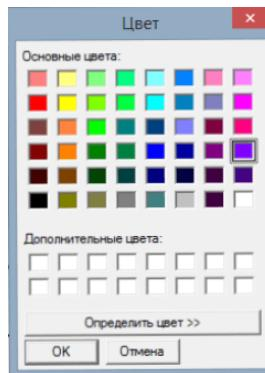

Рис. 15.5. Стандартное диалоговое окно **Цвет**
- выбрать цвет отображения каждой дисперсионной кривой с помощью стандартного диалогового окна **Цвет** (рис. 15.5), нажав соответствующую кнопку справа от номера моды;
- ❖ Изменение цвета фона выбранного окна с помощью кнопки **Цвет** в группе **Фон**. Выбор цвета производится в стандартном диалоговом окне **Цвет** (рис. 15.5). При нажатии на кнопку **Прим. ко всем** выбранный цвет фона устанавливается сразу во всех окнах.
- ❖ Изменение цвета линии с помощью кнопки **Цвет** в группе **Линия**. Выбор цвета производится в стандартном диалоговом окне **Цвет** (рис. 15.5). При нажатии на кнопку **Прим. ко всем** выбранный цвет линии устанавливается сразу во всех окнах.
- ❖ Расчет и отображение огибающей линии с помощью переключателя **Показывать** в группе **Огибающая**. При необходимости сглаживания огибающей необходимо установить переключатель **Сгладить** и с помощью вращателя указать количество точек, по которому следует провести сглаживание. Изменение цвета огибающей линии производится нажатием на кнопку **Цвет** в этой же группе. Выбор цвета производится в стандартном диалоговом окне **Цвет** (рис. 15.5). Группа **Огибающая** доступна только для окна осциллографов.
- изменение цвета значений параметра с помощью кнопки **Цвет шкалы**. Выбор цвета производится в стандартном диалоговом окне **Цвет** (рис. 15.5);
- изменение цвета фона оси с помощью кнопки **Цвет фона**. Выбор цвета производится в стандартном диалоговом окне **Цвет** (рис. 15.5).